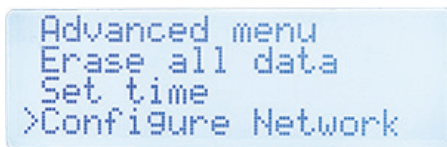

Рис. 4-1 Расширенное меню
2. Нажмите одновременно кнопку Влево () и кнопку Вправо () для отображения расширенного меню (см. Рис. 4-1 на стр. 64).